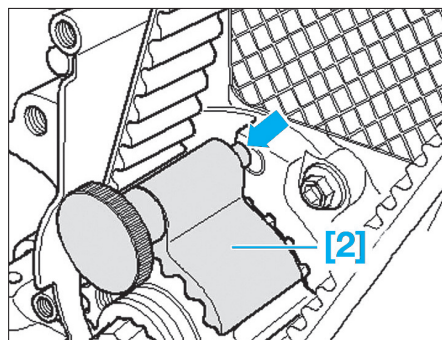

Fig. 13
- Remettre en place l'arrêt de vilebrequin [2] tout en terminant la rotation moteur afin que celui-ci prenne place dans le flasque d'étanchéité (Fig.13).